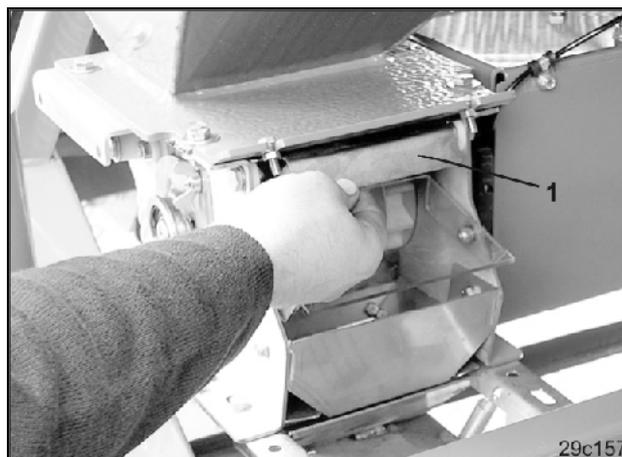

Fig. 71
- Cerrar la trampilla (Fig. 71/1) para que no pueda salirse ninguna semilla del depósito de semillas.
- La figura (Fig. 71) muestra la trampilla abierta.
Abra todas las correderas (Fig. 71/1)!